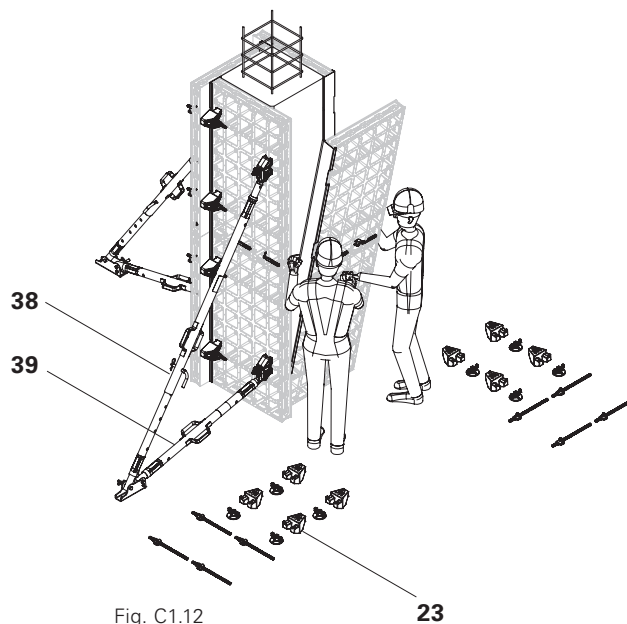

Fig. C1.12
2. Enlever les connecteurs d'angle DUO (23) de part et d'autre d'un élément de panneau.
5. Démontez les étais de réglages (38) et les contre-flèches (39) sur le 3^{ème} élément de coffrage.
8. Desserrer les platines du dernier élément de coffrage, enlever les étais de réglage et les contre-flèches et déplacer l'élément. (Fig. C1.12)
2. Desserrer et enlever le connecteur d'angle DUO (23) sur l'élément de coffrage. (Fig. C1.12)